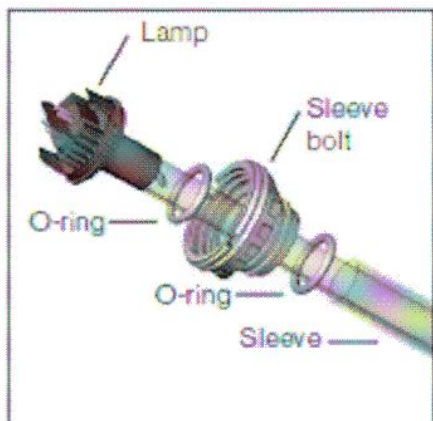

图 7.
1. ランプとスリーブのそれぞれは二つの新しいOリングが付いています。新しいOリングを、図7にある様、現存するランプスリーブ上にある、スリーブボルトに取り付けて下さい。